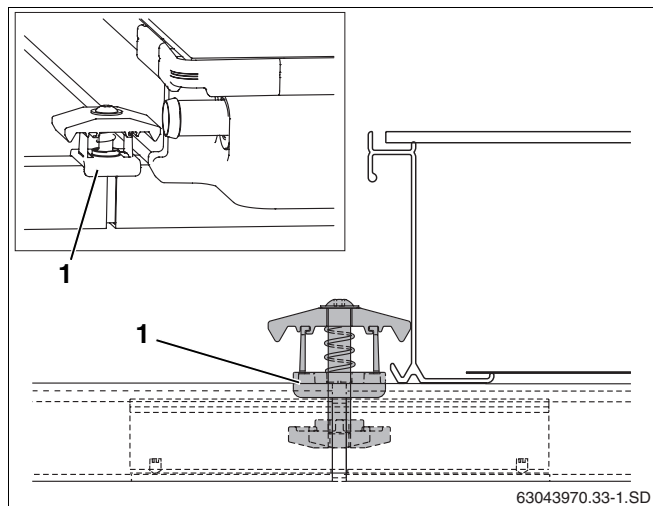

Fig. 48 Montar o tensor de colector bilateral.
- Colocar o tensor de colector bilateral com a porca à frente na abertura do perfil e do ligador de encaixe, de tal forma a que agarre o suporte distanciador de plástico (fig. 48, **item 1**) envolvendo o perfil.